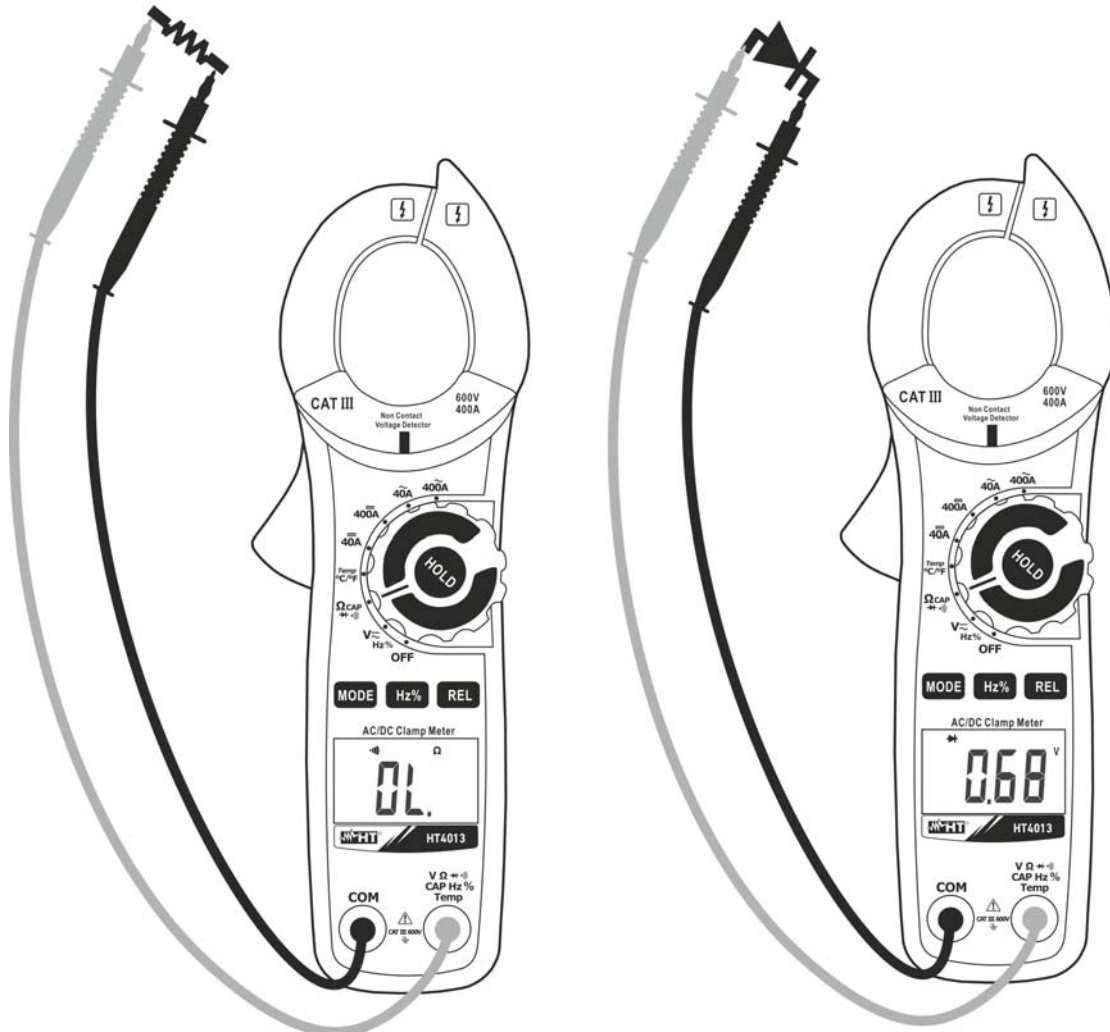

Fig. 7 : Utilisation de la pince pour test de continuité et test des diodes
3. Insérer le câble rouge dans l'entrée du jack **VΩCAPHz%Temp** et le câble noir dans l'entrée du jack **COM** et exécuter le test de continuité sur l'objet sous test (voir la Fig. 7 - partie gauche). L'alarme émet un signal sonore si la valeur de résistance mesurée est inférieure à 30Ω environ.
5. Connecter l'embout rouge à l'anode de la diode et l'embout noir à la cathode en cas de mesure de polarisation directe (voir la Fig. 7 – partie droite). Inverser la position des embouts en cas de mesure de polarisation inverse.